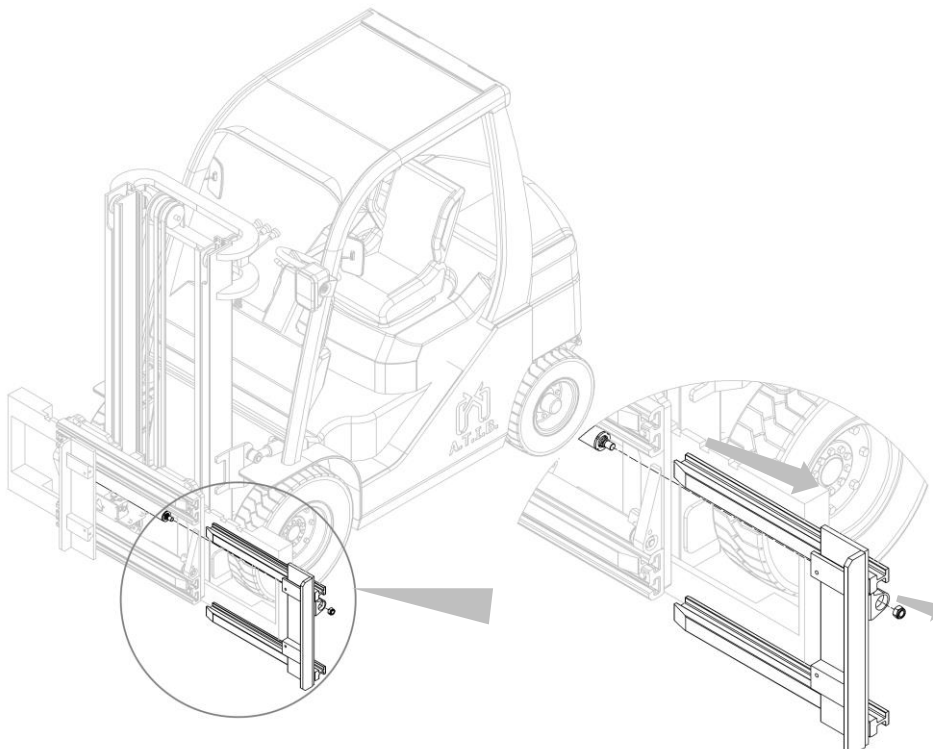

Figura 24
3. Rimuovere i foderi dopo aver svitato gli appositi dadi li vincolano ai cilindri (vedi *Figura 24*).